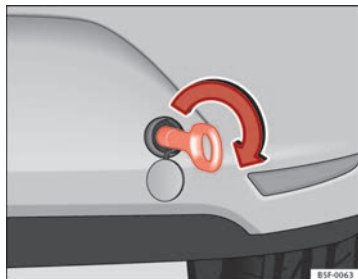

Fig. 135 Pare-chocs arrière droit : œillet de remorquage vissé
- Vissez l'œillet de remorquage dans le filetage ⇒ fig. 135 jusqu'en butée et serrez-le à fond avec la clé pour boulons de roues.